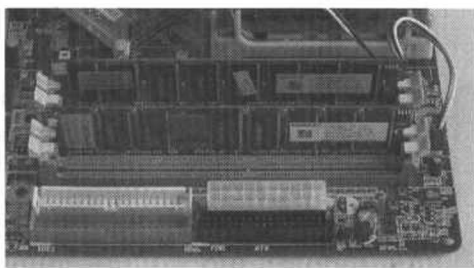

图 1-24 两根内存条的插法
- ③ 如果想发挥主板双通道的效果, 两根内存条则必须是同一品牌、同一型号。然后将两根内存条插到 1、3 或 2、4 插槽上, 即隔一个内存插槽插接, 这样才能支持和发挥双通道的性能, 如图 1-24 所示。